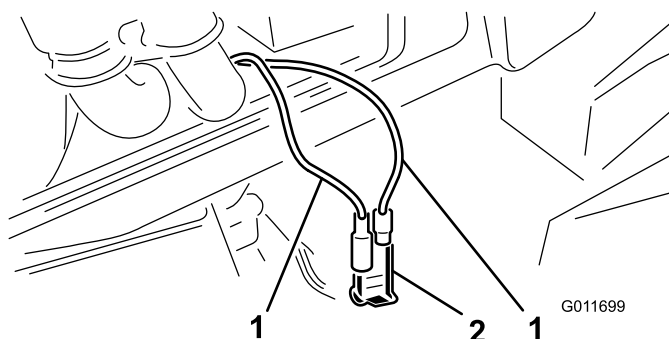

Bild 59
3. Im Fach finden Sie zwei abgedeckte Schaltdrähte für das Gegengewicht (Bild 59).